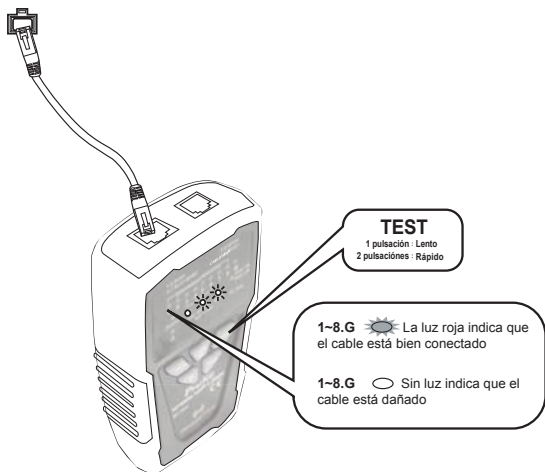

Ilustración 8 Análisis de cable en línea operativa
- Según se indica en la Ilustración 8, conecte el transmisor TESMT7028 y el rúter a través de RJ45(8P/8C).
1. Conecte el transmisor al circuito, como se muestra en la Ilustración 8. Conecte los electrodos de prueba al cable coaxial.